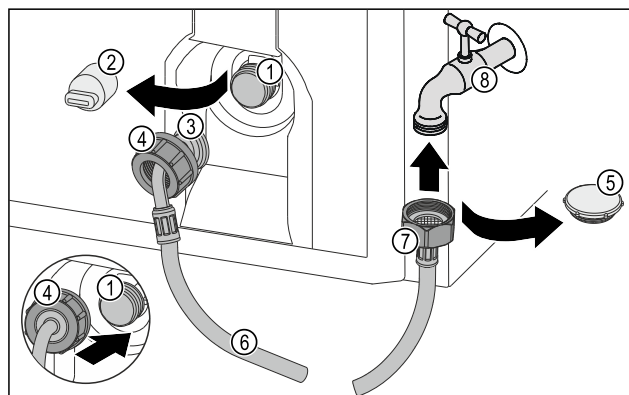

Fig. 15
- Rimuovere il coperchio di chiusura Fig. 15 (5).
- Posizionare l'estremità del flessibile dritta Fig. 15 (7) sul rubinetto dell'acqua Fig. 15 (8).
- Stringere in senso orario sull'estremità del flessibile dritta Fig. 15 (7) in senso orario.